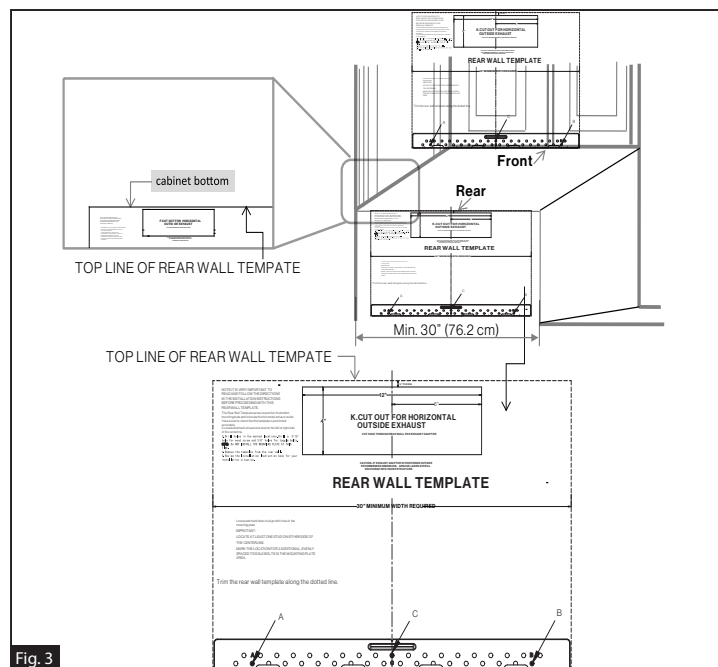

Fig. 3
1. Beneath flat bottom cabinet. (Fig. 3)